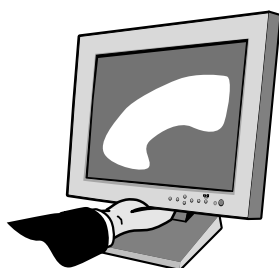
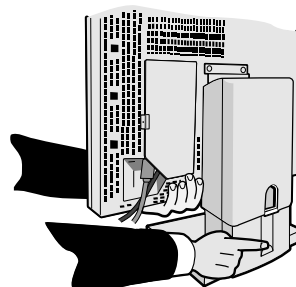

Figure RL.1
Figure RL.2
Il est possible de lever ou de baisser le moniteur en mode Portrait ou Paysage. Pour lever ou baissez l'écran, placez une main sous l'écran (**figure RL.1**), soulevez ou baissez légèrement puis poussez simultanément le bouton à l'arrière du pied (**figure RL.2**). L'écran s'abaissera tant que le bouton est enfoncé. Relâchez le bouton pour immobiliser l'écran en place.
Avant de le tourner l'écran, celui-ci doit être soulevé à sa hauteur maximale afin d'éviter qu'il ne heurte la table ou que vous ne vous coinciez les doigts. Pour lever l'écran, placez une main sous l'écran (**figure RL.1**) soulevez-le légèrement et poussez simultanément le bouton à l'arrière du pied (**figure RL.2**).
2. Placez une main sous l'écran (**figure RL.1**) soulevez-le légèrement et poussez simultanément le bouton à l'arrière du pied et levez-le à la hauteur maximale (**figure RL.2**).